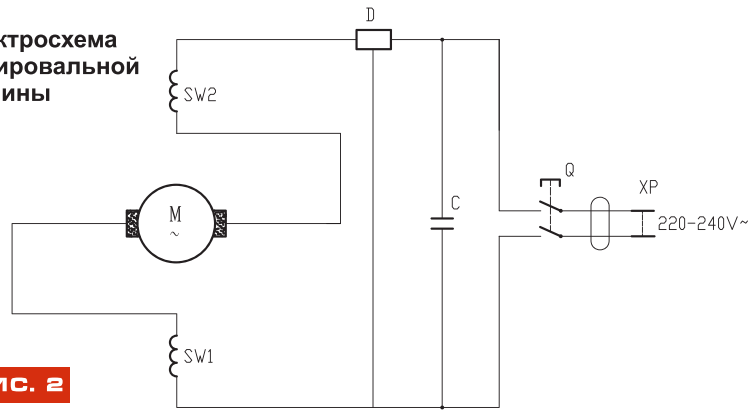

РИС. 2
- отвинтить крышку щеткодержателя (7), показанную на рис. 2;